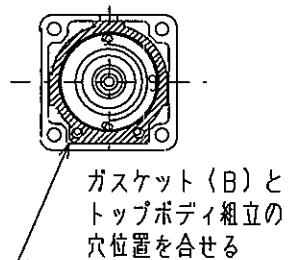

図2、穴位置説明図
- 2、ボディ組立の溝にガスケット(A)を組入れ、トップボディ組立をのせます。次に、図2の様にガスケット(B)とトップボディ組立の2ヶ所の穴位置を合せてのせます。